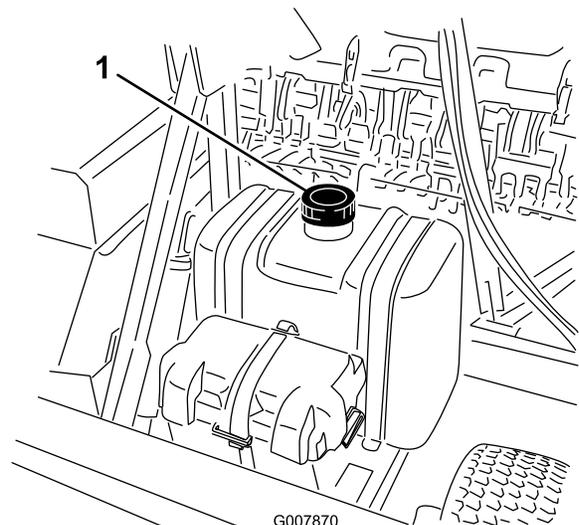

Bild 28
2. Reinigen Sie den Bereich um die Tankdeckel (Bild 28) herum und nehmen den Deckel ab.